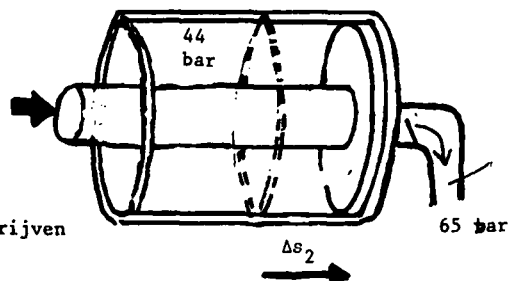

fig. 1c Het uitdrijven
- Vervolgens gaat een klep open en wordt het gas bij 65 bar het leidingsnet ingeperst (fig. 1c).